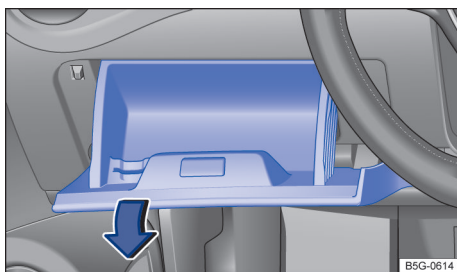

Fig. 197 Tampa da caixa de fusíveis do painel de instrumentos: veículos com o volante à esquerda, à esquerda junto ao volante.
- Abra o porta-objetos no lado do condutor e, conforme o caso, o esvazie → Fig. 197.